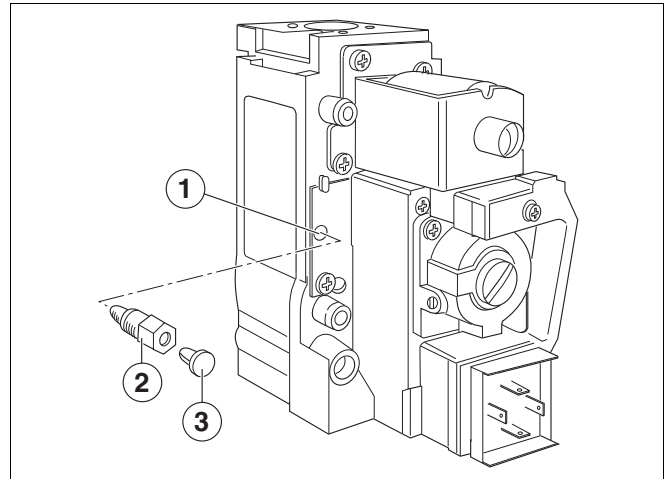

Fig. 1 Valvulería del quemador de gas Honeywell VR 4601 C/CB
- Extraiga la tapa de protección que se encuentra sobre la apertura de la carga de inicio de la nueva valvulería y atornille uno de los dos adaptadores de la carga de inicio suministrados (fig. 1):
Es posible instalar la tapa de protección de la apertura de la carga de inicio sobre el adaptador de la carga de inicio (fig. 1).